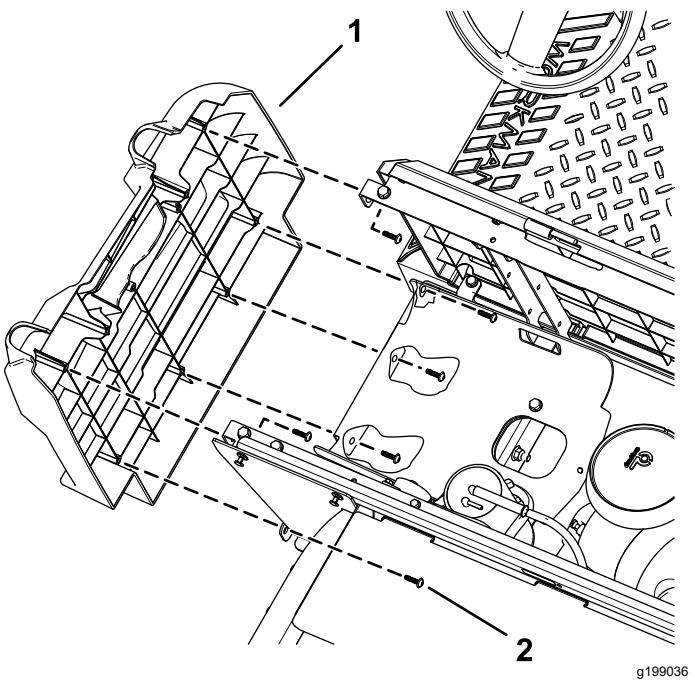

图 9
- 卸下左侧板上的 6 个梅花头螺丝 M6.0 x 22mm 然后取下左侧板 图 9。